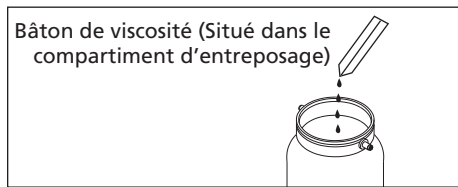

Figure 6 - Bâton de viscosité
3. En suivant la procédure suivante, vérifier la viscosité du matériel avant de verrouiller le pistolet sur le godet de peinture (Figure 6).